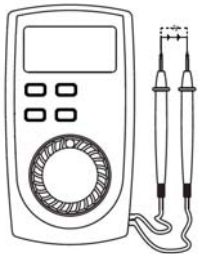

图 3
A. 直流电压测量(图3)
B. 交流电压测量 (详见图3的点虚线)